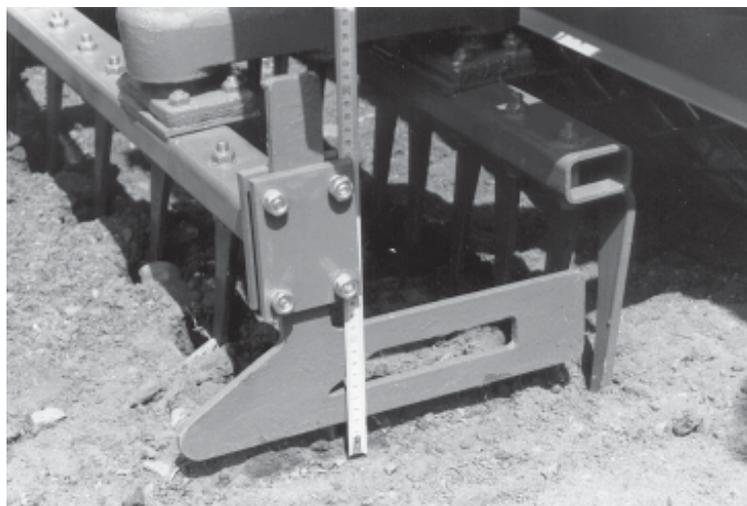

Abb. 23
- Stellen Sie den Grenzstriegel so ein, daß er sich ca. 2 cm über dem Boden befindet (Abb. 23),